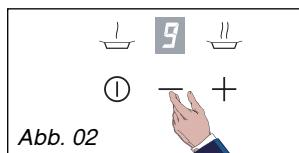

Abb. 02
— → Auswahl Stufe ③ (stark) (Abb. 02).